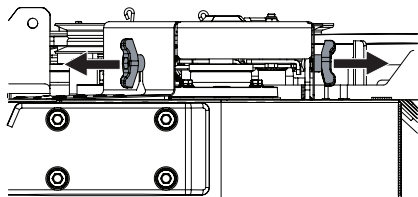

Figure 54
- Retirez les boulons qui fixent les couvercles de courroie au plateau de coupe (Figure 54).